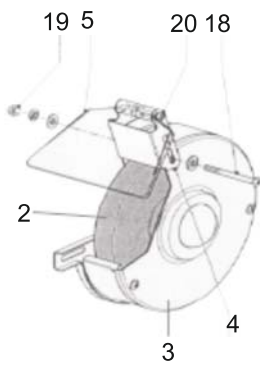

рис. 3
6.5 Установка и регулировка искроуловителя (рис. 3). Для компенсации износа точильных кругов необходимо периодически производить регулировку искроуловителей.
- отпустите гайку (19) и уберите винт (18);